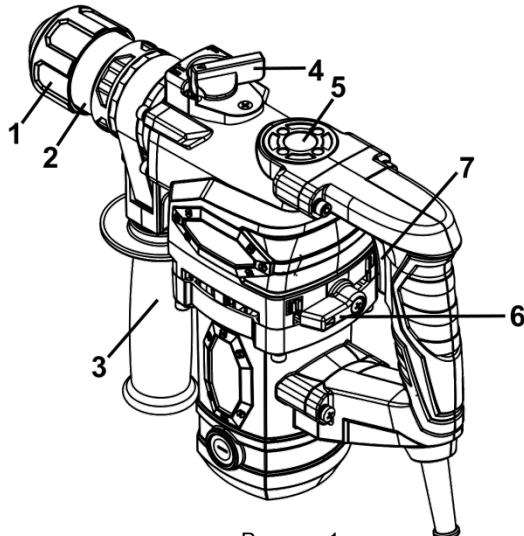

Рисунок 1
4.1 Виберіть необхідний режим роботи виробу за допомогою перемикачів (4) та (6) (див. рисунок 1).
4.2 Для вмикання виробу натисніть на курок вимикача (7) (рис.1). Для вимкнення виробу слід курок відпустити.